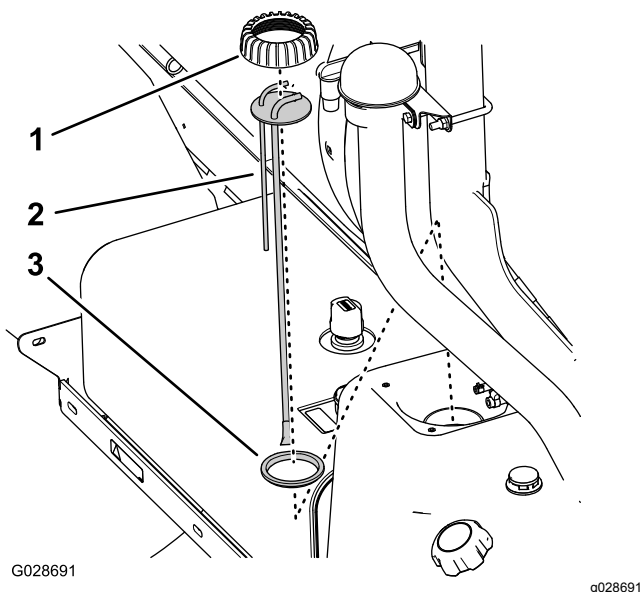

Figura 79
5. Ruotate il tappo del raccordo tubo/trasmittitore del carburante in senso antiorario, poi rimuovete il tappo (Figura 79).
6. Sollevate il gruppo del raccordo tubo/trasmittitore del carburante dal serbatoio del carburante (Figura 79).
1. Montate il tappo del tubo sopra il tubo stesso e quest'ultimo sulla guarnizione (Figura 79).
2. Allineate il tappo, il tubo e la guarnizione al serbatoio e, con attenzione, inserite il nuovo gruppo del tubo nel serbatoio del carburante (Figura 79).
3. Avvitare il tappo sul collo del serbatoio del carburante e serratelo manualmente (Figura 79).